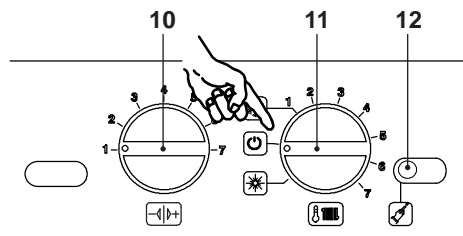

Figura 5.96
- Per uscire dalla programmazione posizionare il selettore di funzione / manopola regolazione temperatura 11 come indicato in Figura 5.96.